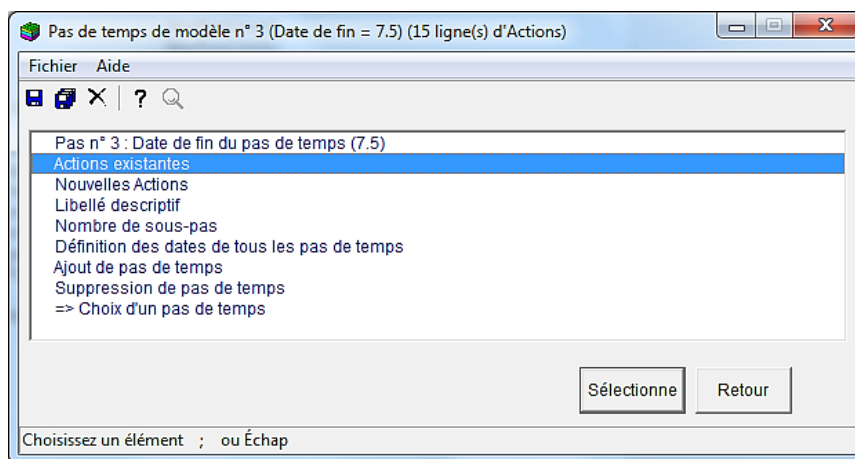

Figure 73 – Option de modifier des actions existantes.
- On choisit l'option « Actions existantes » (Figure 73).